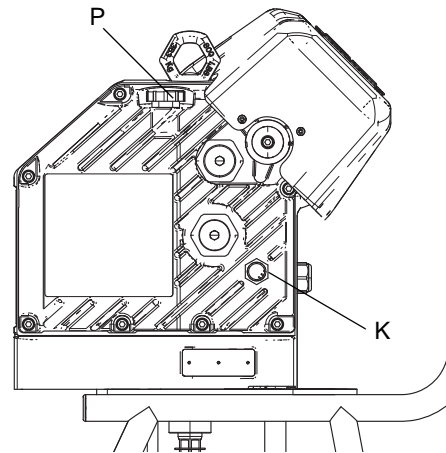

FIG. 7 : Jauge et bouchon de remplissage d'huile
Avant d'utiliser l'équipement, ouvrir le bouchon de remplissage (P) et ajouter de l'huile synthétique ISO 220 sans silicone pour engrenages, référence Graco 16W645. Vérifier le niveau d'huile dans la jauge (K). Voir FIG. 7.